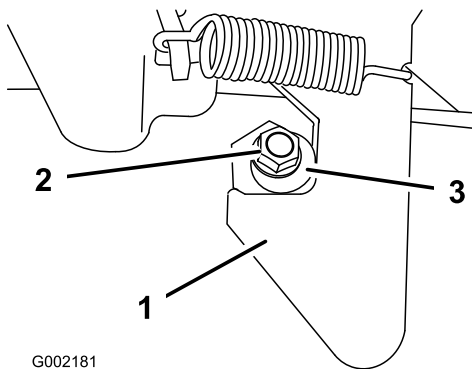

図 71
1. ラッチポストの端についているロックナットをゆるめる 図 71。
2. ラッチポストを右回りに回転させてラッチのフック部にちょうど嵌るようになる 図 71。